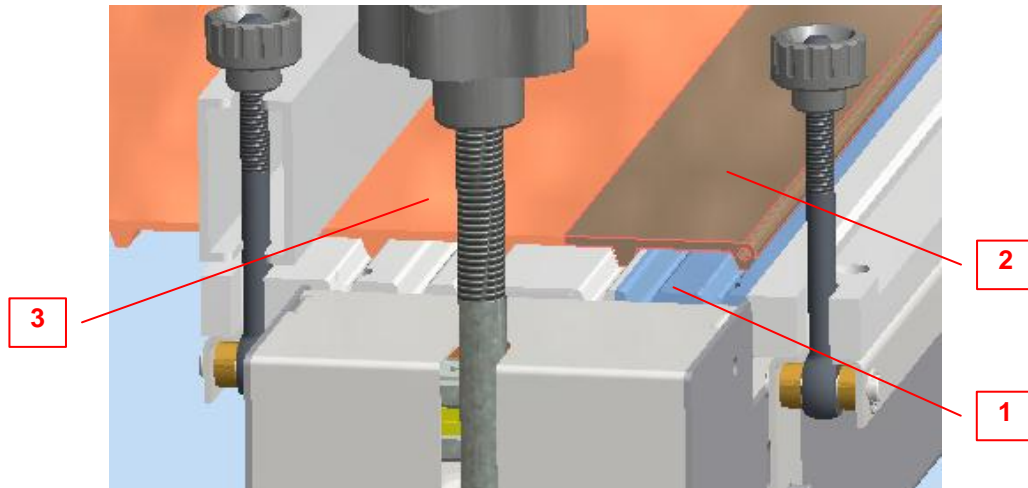

ABB. 9 -
- b. Das erste Endstück des Cleandrive™ Bands auf die Schweißfläche legen, indem die Zähne in die entsprechenden Sitze einzusetzen sind (Abb. 9 Detail 1). Das Band mit Hilfe des Blockierpressers durch Festziehen der beiden Knäufe in Position befestigen.
- c. Die Klammer “Mechanical Lacing” (2) auf der Schweißfläche positionieren, wobei die Zähne mit den auf der Schweißfläche vorhandenen Sitzen aneinander zu fügen sind. Die Außenkante an diejenige des Bands anpassen.
- d. Kontrollieren, dass die beiden Bandenden perfekt aneinander gefügt sind (Abb. 9). Die Verschlussknäufe des Klemmbalkens anziehen.